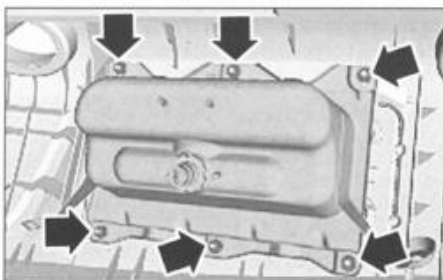

FIG. 11
- los 6 tornillos de fijación del módulo en el salpicadero (fig. 11).